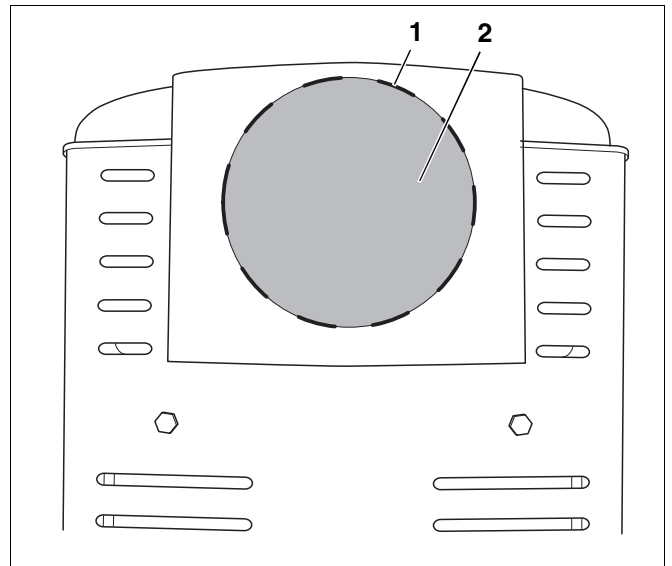

Abb. 10 Abgasanschluss Rückseite – Abdeckblende lösen
- Abdeckblende (Abb. 10, **Pos. 2**) an der Rückseite des Kaminofens an der Perforierung (Abb. 10, **Pos. 1**) mit Hilfe eines Schraubendrehers und einer Zange herauslösen und Abdeckblende nach hinten abnehmen.